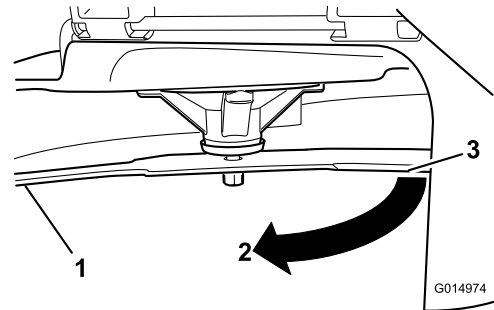

**Figure 105**
2. Enfilez des gants épais ou utilisez une autre protection adéquate pour les mains, et faites tourner la lame lentement jusqu'à une position permettant de mesurer la distance entre le tranchant et la surface plane sur laquelle se trouve la machine (Figure 105).